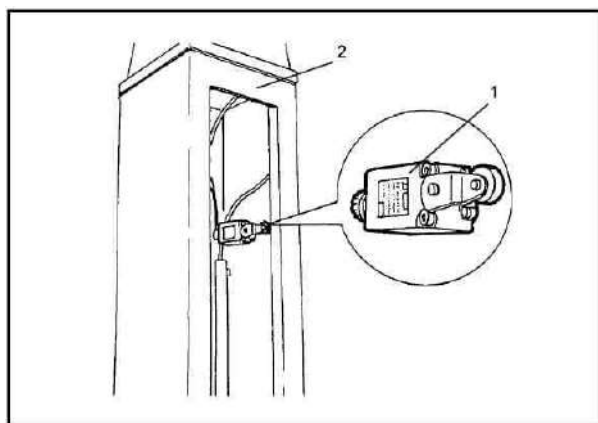

Рис. 22
- Высота движения подвижной части подъемника при подъеме ограничивается концевым выключателем на командной стойке (1) и ограничительными пластинами (2) на верхней части всех стоек. (Рис. 22).